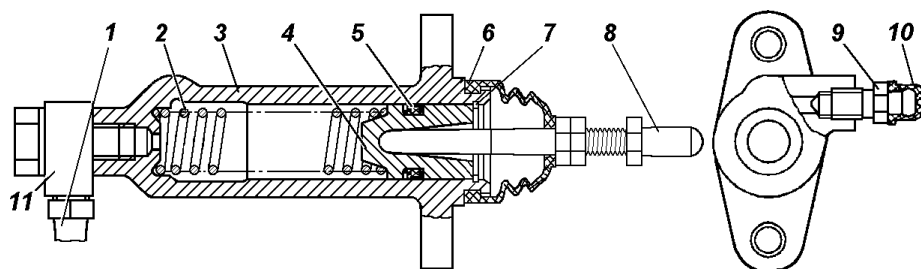

Рис. 5.7. Рабочий цилиндр выключения сцепления:
- отсоедините от рабочего цилиндра резиновый защитный колпак 6 (рис. 5.7) и выньте толкатель 8 вместе с колпаком;